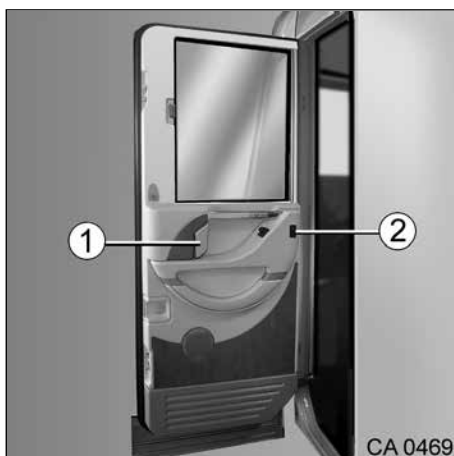

Fig. 39 Intérieur de la porte de cabine
1. Tirer sur la poignée de la porte (Fig. 39, pos. 1). Le verrou de la portière est automatiquement déverrouillé.
1. Appuyer sur la touche (Fig. 39, pos. 2). La fenêtre s'ouvre/se ferme automatiquement.